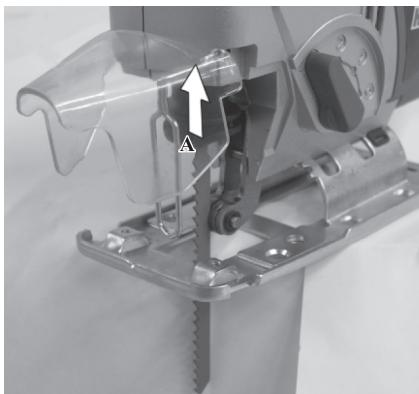

Fig. 2
6.2 Montering av sågblad (Fig. 2)
- Tryck upp sågpännetts klämma (Fig. 2, A) och håll kvar den där